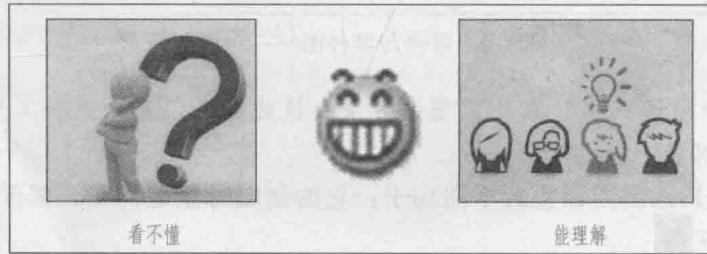

图 1-10 别人画的图自己能理解
- (2) 正确看图 即别人画的图自己能理解，如图 1-10 所示。